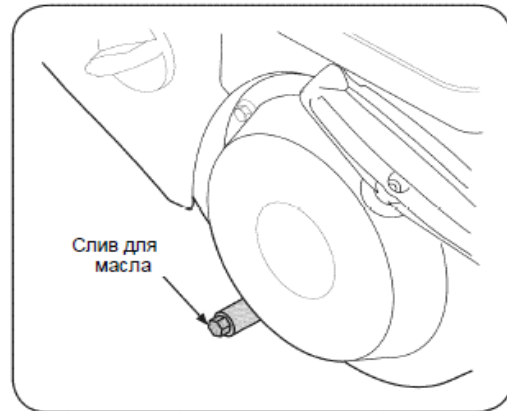

Рис.18
3. Отверните сливную пробку См. Рис. 18.